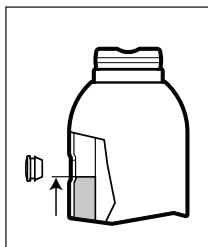
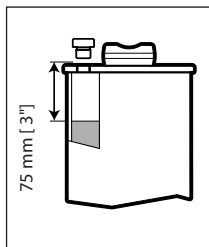

Fig. 5 - Oljestand, alle modeller bortsett fra GBJ100
Fig. 6 - Oljestand, kun modell GBJ100
- Alle modeller bortsett fra GBJ100: Fyll på til oljestanden er omtrent jevnt med den nedre kanten på påfyllingshullet. Se Fig. 5.
- Kun modell GBJ100: Fyll på til oljestanden er ca. 75 mm [3"] under påfyllingshullet. Se Fig. 6.
⚠ WARNING IKKE FYLL PÅ FOR MYE! Med pressen helt inntrukket og jekken i oppreist stilling skal oljestanden ikke være høyere enn vist i Fig. 5 eller Fig. 6 (etter hvilken jekkmodell du har).